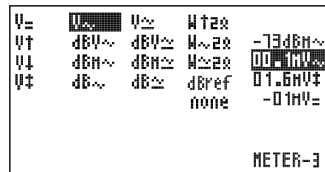

Fig 20
6. Press the cursorkeys to highlight the desired readout function for *meter3* readout. (Fig. 20)
6. Druk op de pijltoetsen voor het kiezen van de uitlezingfunctie van meter3. (fig 20)
6. A l'aide des touches curseur choisissez la fonction désirée pour l'appareil numéro 3. (fig 20)